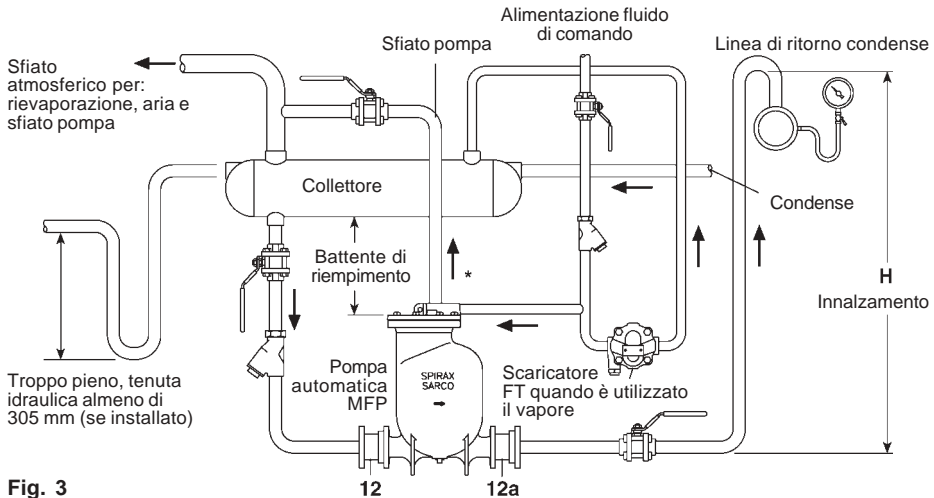

Fig. 3
1. Installare la pompa al di sotto dell'impianto da drenare con la connessione di sfiato sistemata verticalmente verso l'alto. La pompa deve essere installata con il raccomandato battente di riempimento (distanza verticale tra il coperchio della pompa e la parte inferiore del collettore) come indicato al paragrafo 3.2 ed alla fig. 3. Per valori diversi del battente di riempimento fare riferimento alla apposita specifica tecnica per il dimensionamento.
2. Per evitare l'allagamento dell'impianto durante la fase di scarico della pompa, deve essere installato un collettore orizzontale di raccolta condensa posto al di sopra della pompa come indicato dalla fig. 3. Per un corretto dimensionamento del collettore o del volume di accumulo fare riferimento alle tabelle 1 e 2 al paragrafo 3.2. Tutti gli accessori montati sulla linea di adduzione devono essere a passaggio pieno.
3. Connettere le valvole di ritegno (12) e (12a) alla pompa assicurandosi che il flusso attraverso la valvola nella corretta direzione. Per ottenere le migliori prestazioni, la tubazione orizzontale in ingresso e in uscita, rispettivamente prima e dopo la valvola di ritegno, deve essere la più corta possibile. Collegare lo scarico alla tubazione di ritorno principale od al serbatoio di raccolta. Coppia di serraggio indicata per i bulloni delle flange in ingresso ed uscita: 76 - 84 N m.
Un adeguato volume di raccolta deve essere disponibile al di sopra del battente di alimentazione per ricevere ed accumulare la condensa durante le fasi prementi della pompa. Il collettore può essere costituito da uno spezzone di tubo di adeguata sezione o da un piccolo serbatoio. Se ritenuto opportuno si potrà prevedere un troppo pieno opportunamente convogliato come indicato a fig. 3. Il troppo pieno dovrà avere, immediatamente all'uscita dal collettore, una guardia idraulica di almeno 305 mm.